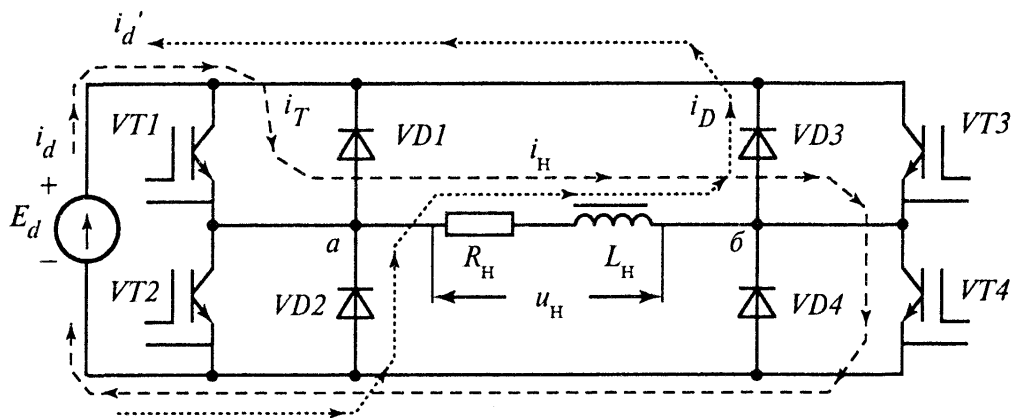
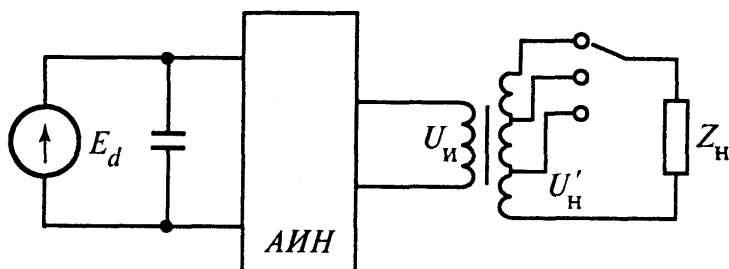

Рис. 1
Рис. 2
1. Однофазный АИН собран по схеме рис.1 $E_d = 100$ В, $R_H = 10$ Ом, $L_H = 0,064$ Гн, $f_H = 50$ Гц. Определить максимальное значение тока нагрузки $I_{H \cdot \max}$.
2. Однофазный АИН собран по схеме рис.1 $E_d = 100$ В, $R_H = 10$ Ом, $L_H = 0,064$ Гн, $f_H = 50$ Гц. Определить минимальное значение тока нагрузки $I_{H \cdot \min}$.
3. Однофазный АИН собран по схеме рис.1. Используя метод основной гармоники (считая, что потребляемый от инвертора ток имеет синусоидальную форму), рассчитать, на какие средние значения токов должны быть выбраны силовые транзисторы (I_{VT}), обратные диоды (I_{VD}). Определить среднее значение тока, потребляемого от источника постоянного напряжения I_d , максимальное значение напряжения, прикладываемого к транзисторам U_{VTmax} и обратным диодам U_{VDmax} , если действующее значение выходного тока инвертора $I_{\text{вых}} = 10$ А, угол
4. Однофазный АИН собран по схеме рис.1 и формирует кривую выходного напряжения в виде меандра. Определить необходимое значение напряжения источника питания E_d и E'_d для получения действующего значения напряжения на нагрузке: а) $U_H = 100$ В; б) $U'_H = 50$ В.
5. Однофазный АИН собран по схеме рис.1 и формирует кривую выходного напряжения в виде меандра. Определить необходимое значение коэффициента трансформации выходного трансформатора (рис.2) K_T для получения действующего значения напряжения на нагрузке $U_H = 100$ В, если напряжение источника питания $E_d = 50$ В.